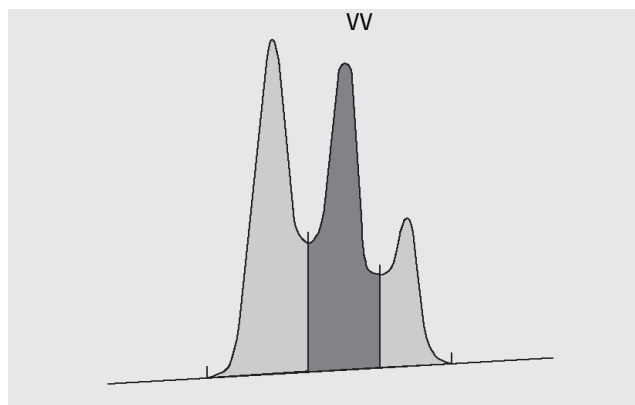

Рисунок 20 Измерение площади для пиков, начинающихся и заканчивающихся на точках минимумов между пиками.
- для пиков начинающихся и заканчивающихся на впадине (VV), как площадь над базовой линией, выделенная вертикальными линиями проекции из точек минимума между пиками, как на Рис. 20 на странице 49,